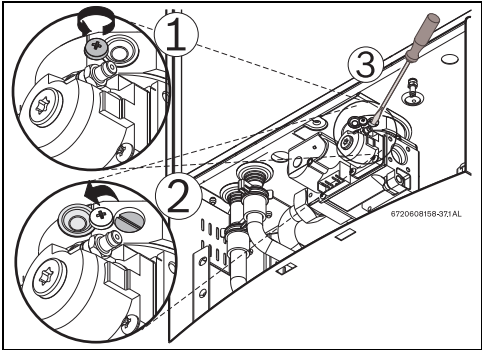

Fig. 40 Ajuste de CO₂ en modo P1
- Aflojar el tornillo Philips con pintura amarilla de precintado (Fig.40, pos.1) y mover la tapa de protección (Fig.40, pos. 2), de manera a que se haga visible el tornillo de afinación.
- Colocar la tapa de protección en la posición inicial y apretar el tornillo Philips, Fig.40.